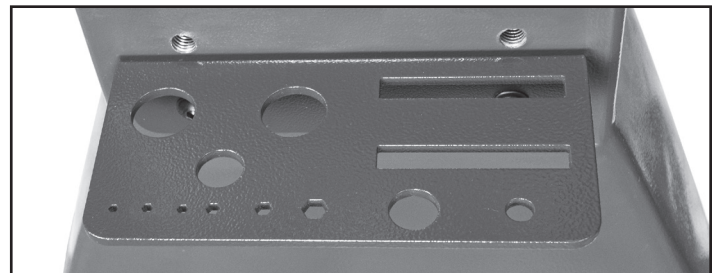

FIG. 11
Instale el Portaherramientas (T) en la parte externa de la pata derecha con los dos tornillos hexagonales y arandelas incluidos. Use la llave hexagonal de 5mm incluida. FIG. 11.